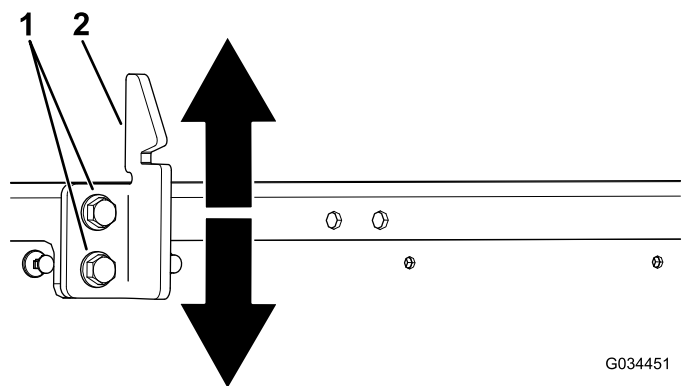

Figure 68
3. Desserrez les 2 boulons sur la gâche du loquet et montez ou descendez la gâche selon qu'elle est trop haute ou trop basse (Figure 68).
4. Serrez les 2 boulons sur la gâche du loquet du plateau (Figure 68).